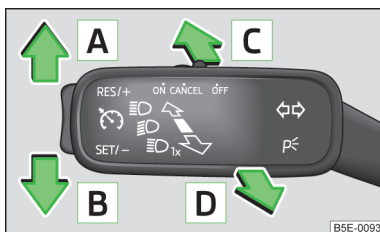

Fig. 26
- Trageți maneta de semnalizare și pentru faza lungă spre volan și împingeți-o în jos » fig. 26 la pagina 47.
- Trageți maneta de semnalizare și pentru faza lungă spre volan și împingeți-o în sus » fig. 26 la pagina 47.
➤ Aduceți maneta în poziția **A**, eventual **B**, până la opritor » fig. 26.
➤ Aduceți maneta în poziția **C** (poziție amortizată) » fig. 26.
➤ Aduceți maneta în poziția **A**, dacă este cazul **B**, până la opritor » fig. 26 - se activează lumina de poziție de pe partea dreaptă, respectiv stângă a autovehiculului.